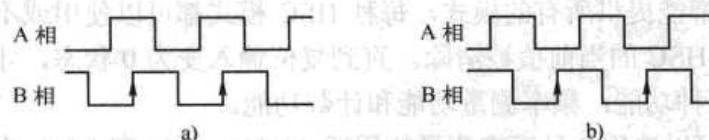

图 5-49 A、B 相型编码器的输出波形
- 2) 双通道增量式编码器又称为 A/B 相型编码器，内部有两对光耦合器，输出相位差为 90° 的两组独立脉冲列。正转和反转时两路脉冲的超前、滞后关系相反（见图 5-49），如果使用 A、B 相型编码器，PLC 可以识别出转轴旋转的方向。